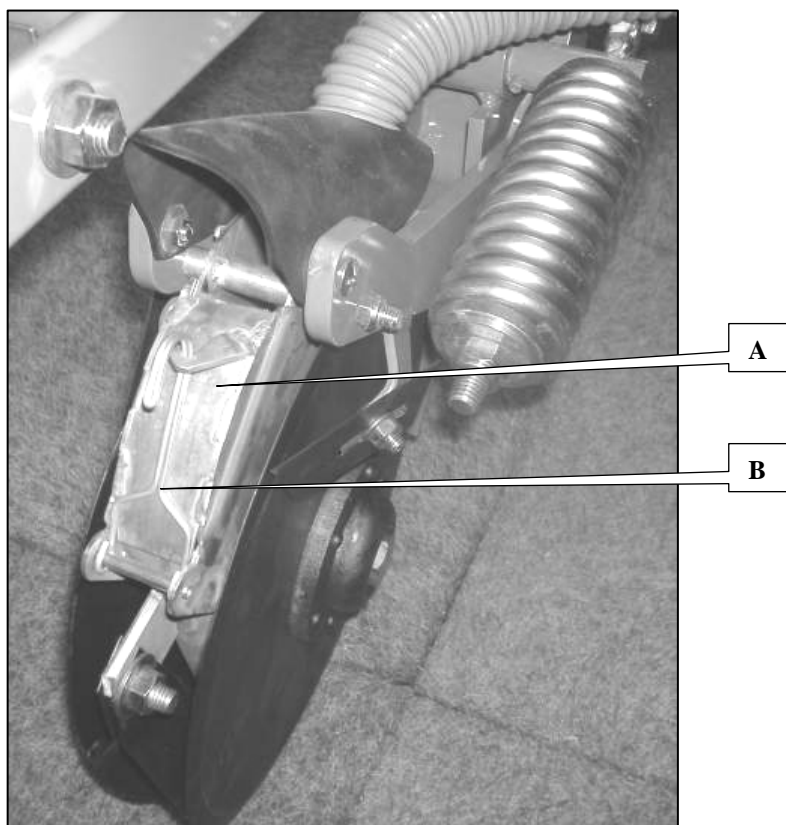

Fig. 1
I supporti sovesciatori sono montati su guida (A fig. 1). La loro posizione rispetto alla linea della semina è regolabile da 5 a 13 cm.
Sollevare la seminatrice. Allentare le 2 viti (B fig. 1), posizionare il supporto sovesciatore nella posizione desiderata e stringere le 2 viti.
Sollevare la seminatrice, togliere la coppia e rimuovere il mandrino (C fig. 1). Il doppio disco scorre sul suo supporto. Allargare il foro con una broccia alla posizione desiderata e fissare.
- Nettoyer les cyclones (sur rangs n°1, n°2, n°5 et n°6) (Fig.1).
Retirer l'agrafe (A fig. 1) pour ouvrir le volet (B fig.1).
- Clean the cyclones (on rows 1, 2, 5 and 6) (Fig.1).
Remove the fastener (A fig. 1) to open the shutter (B fig.1).